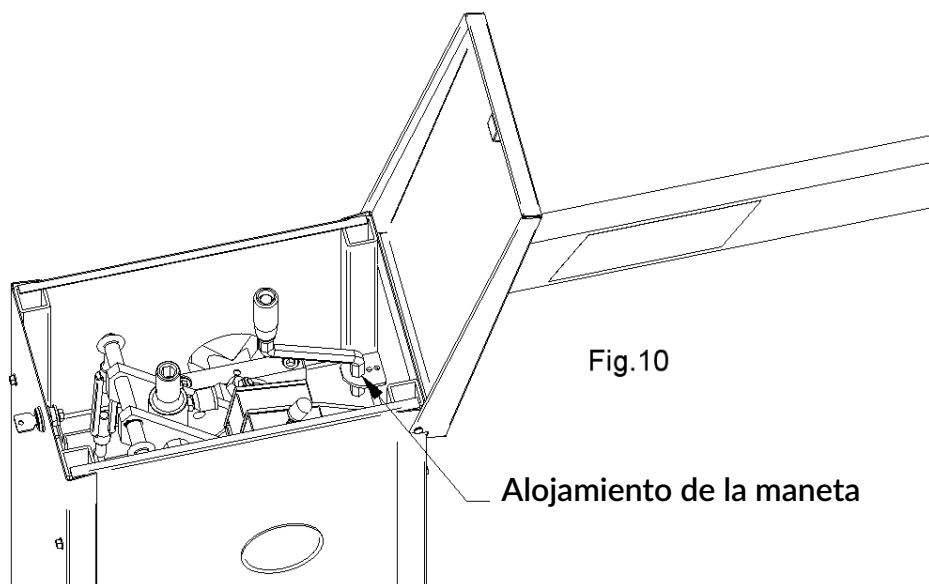

Fig.10
- Abrir tapa (42) abriendo la cerradura (34).
- Meter maneta (43) en el lugar provisto (32) con tornillo exagonal.
- Rotar maneta en sentido horario o inverso una vez finalizada la maniobra, colocar maneta en su lugar provisto (fig. 10) y cerrar tapa. Con tapa abierta está accionado el stop de maniobra eléctrica con el final de carrera provisto de fábrica (69).